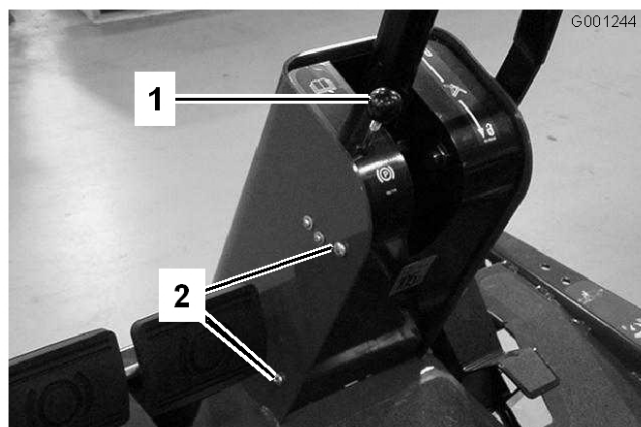

Figura 67
1. Retire o botão do travão de mão e os parafusos da cobertura da coluna de direcção (Figura 67).